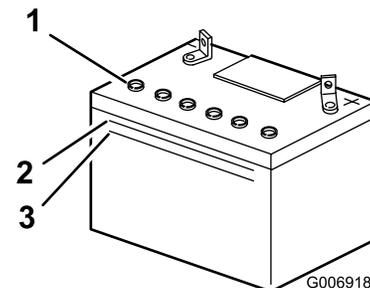

Bild 28
2. Sehen Sie sich die Seite der Batterie an. Der Füllstand muss bis zur oberen Linie reichen (Bild 28).
Hinweis: Der Säurestand darf nicht unter die untere Linie fallen (Bild 28).
3. Entfernen Sie die Entlüftungsdeckel von der Batterie (Bild 28).
5. Warten Sie nach dem Füllen der Batteriezellen fünf bis zehn Minuten. Gießen Sie bei Bedarf destilliertes Wasser in jede Batteriezelle, bis der Säurestand die obere Linie (Bild 28) am Batteriegehäuse erreicht.